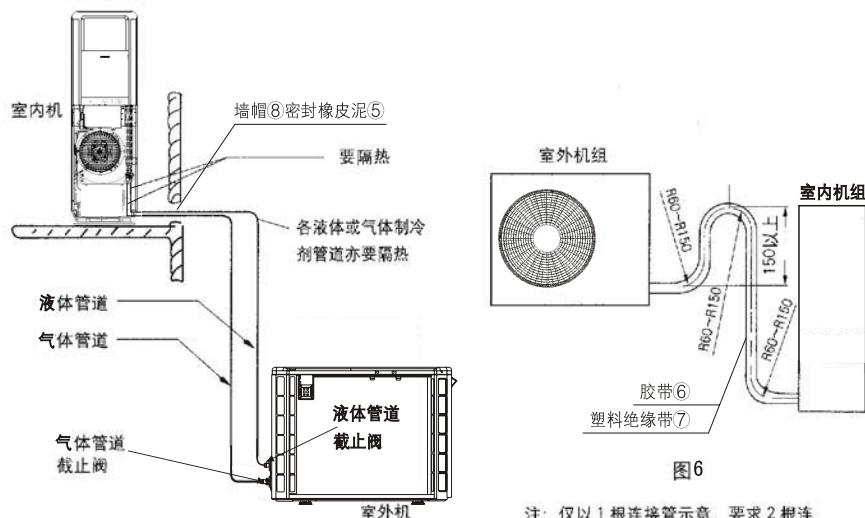

图6
- 注：(1) 本机组所配连接管②、③长度为5米，允许连接管最大长度为20米，不需要追加制冷剂，每增加连接管长度1米机组能力将有所下降。
(2) 安装时如必须加长连接铜管，请按表(2)要求选择。
(3) 室内、外机高度差必须小于10米。
(4) 当室外机比室内机高时，必须将铜管弯制“回油弯”如图6。